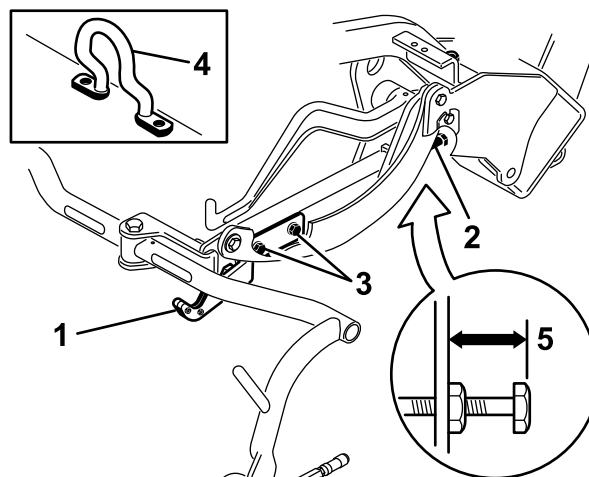
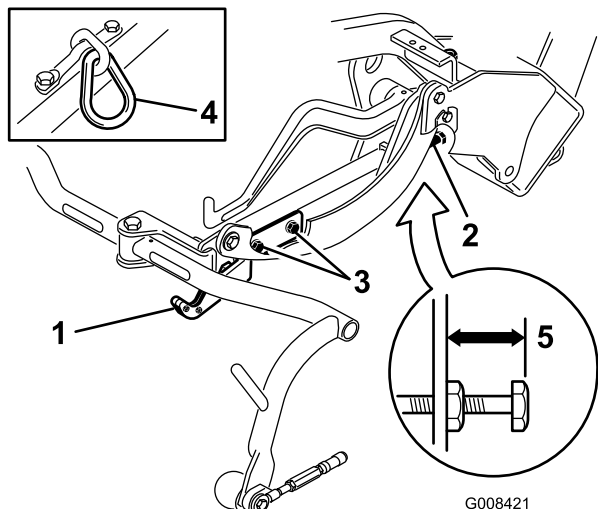
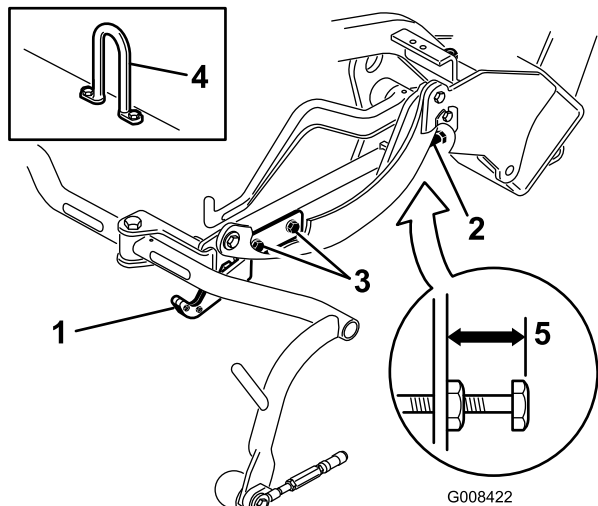

Figura 12
Figura 13
Figura 14
Controllate l'altezza di trasferimento (Figura 13 e Figura 14) e, se necessario, regolatela.
2. Sugli apparati di taglio dotati di gancio di sollevamento sfalsato (Figura 12, da applicare), verificate che la distanza tra la parte superiore della vite di regolazione del telaio portante e la parte posteriore del telaio portante sia di 25 mm. Se la distanza non è di 25 mm, passate al punto 4.
3. Sugli apparati di taglio dotati di anello o di gancio di sollevamento diritto (Figura 13 e Figura 14, da applicare), verificate che la distanza tra la parte superiore della vite di regolazione del telaio portante e la parte posteriore del telaio portante sia di 22 mm.
Se la distanza non è di 22 mm, passate al punto 4. Se l'elemento di taglio è dotato di gancio di sollevamento sfasato (Figura 12), passate al prossimo punto.
4. Allentate le viti di montaggio della piastra di trasferimento (Figura 13, Figura 14 e Figura 12).
7. Se i telai portanti non si trovano alla stessa altezza, allentate il controdado della vite di regolazione del telaio portante (Figura 12, Figura 13 e Figura 14). Ruotate la vite, svitandola per sollevare il telaio e avvitandola per abbassarlo. Una volta ottenuta l'altezza desiderata, serrate il controdado.